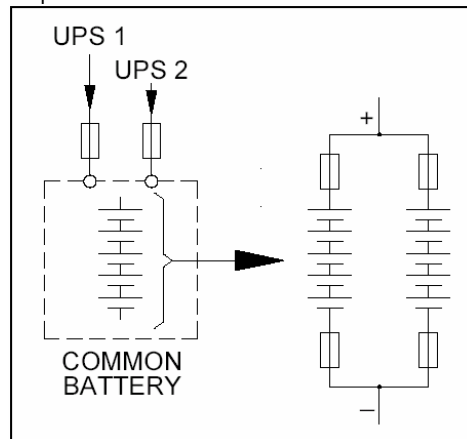

Рис. 2
- Каждая из параллельных цепочек должна иметь хотя бы одно размыкающее устройство (выключатель или съёмный предохранитель) для обеспечения возможности изоляции любой цепочки при проведении технического обслуживания или ремонта – см Рис.2.